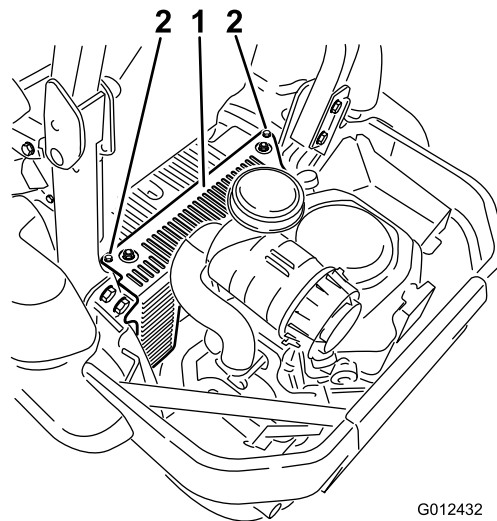

Figura 50
3. Retire la cubierta de la unidad hidráulica y los 2 pernos que están sujetos a la misma (Figura 50).
5. Instale la cubierta de la unidad hidráulica izquierda (Figura 50).